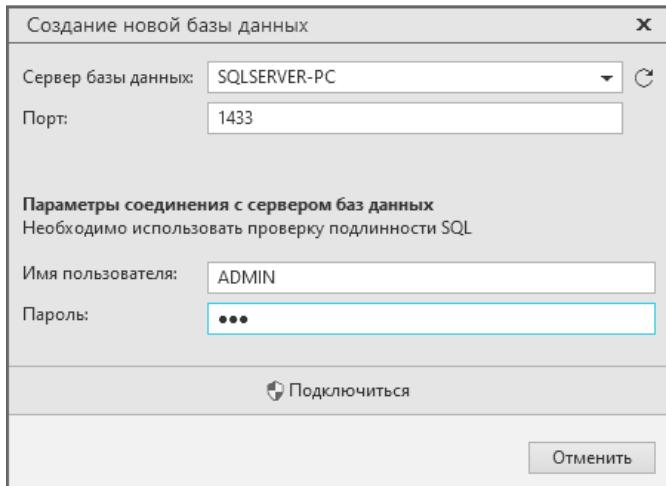

Рис. 4.45
3. Выберите сервер баз данных (рис. 4.45).